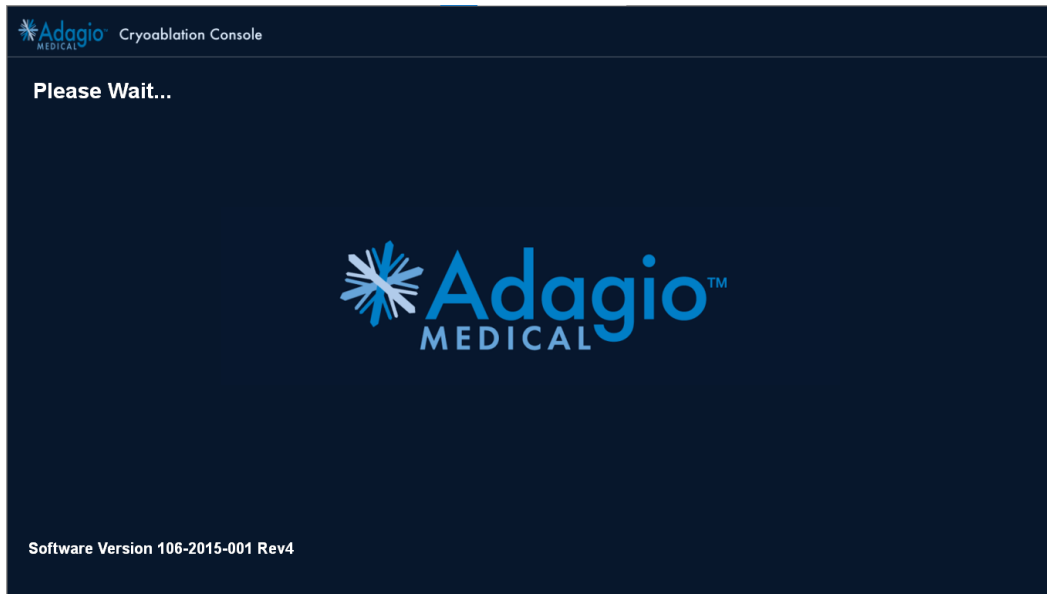

Abbildung 64 – Begrüßungsbildschirm
4. Das System überprüft automatisch die Kommunikation zwischen seinen Komponenten. Während dieses Vorgangs erscheint der in *Abbildung 64* gezeigte Begrüßungsbildschirm. Der Anwender muss an dieser Stelle nichts unternehmen. Sollte das Logo von Adagio Medical nicht erscheinen, auf die Taskansicht (*Abbildung 65*) drücken und die GUI-Anwendung von Adagio Medical auswählen.